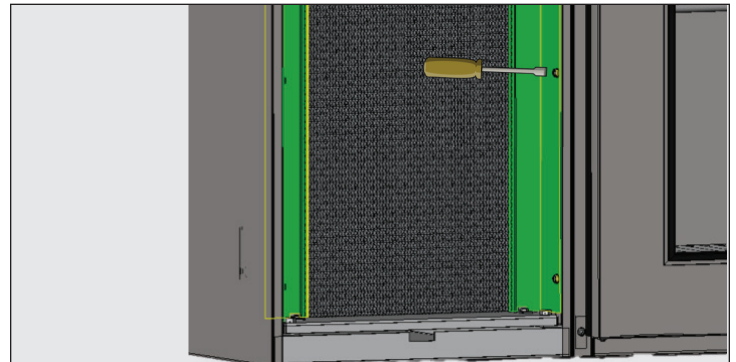

Fig. 6. Retirez les supports du serpentin.
7. Retirez les supports du serpentin du condenseur. Voir fig. 6.